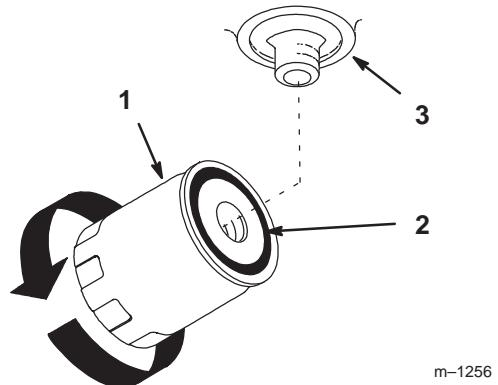

Figure 33
3. Appliquez une fine couche d'huile neuve sur le joint en caoutchouc du filtre de rechange (Fig. 33).
4. Montez le filtre de rechange sur l'adaptateur. Tournez le filtre dans le sens horaire jusqu'à ce que le joint en caoutchouc touche l'adaptateur, puis donnez 1/2 tour supplémentaire (Fig. 33).